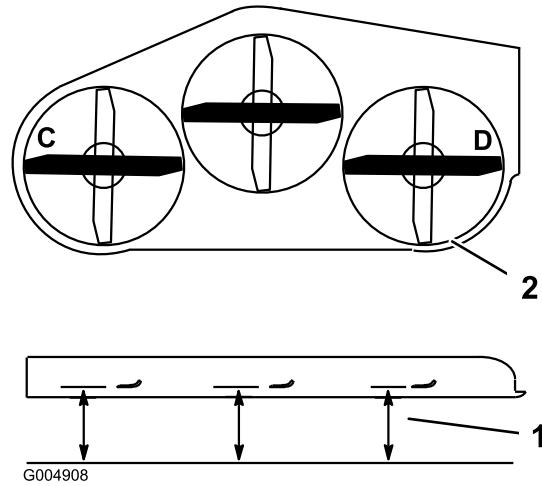
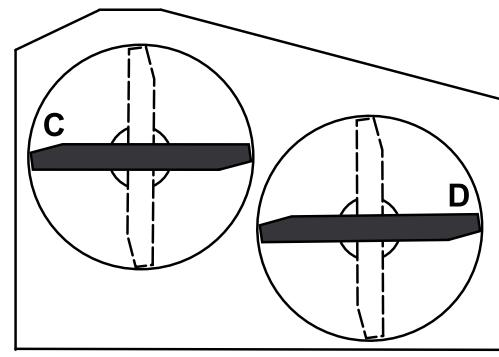

Figura 68
Figura 69
2. Coloque las cuchillas en posición lateral. Mida la cuchilla en las posiciones C y D desde una superficie nivelada hasta el filo de corte de las cuchillas (Figura 68). Para las plataformas de cortacésped de 36 pulgadas, consulte la Figura 69.